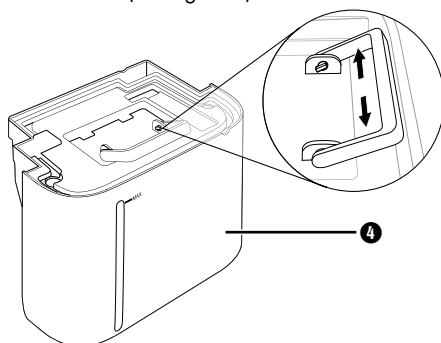

Fig. 5
- ◆ Pour nettoyer le réservoir d'eau ④ de l'intérieur, vous devez retirer le couvercle. Penchez pour cela la poignée en avant jusqu'à ce que les tenons sur la poignée correspondent aux rainures sur le réservoir d'eau ④. Vous pouvez maintenant détacher la poignée en la poussant des deux côtés hors des rainures (voir figure 5).